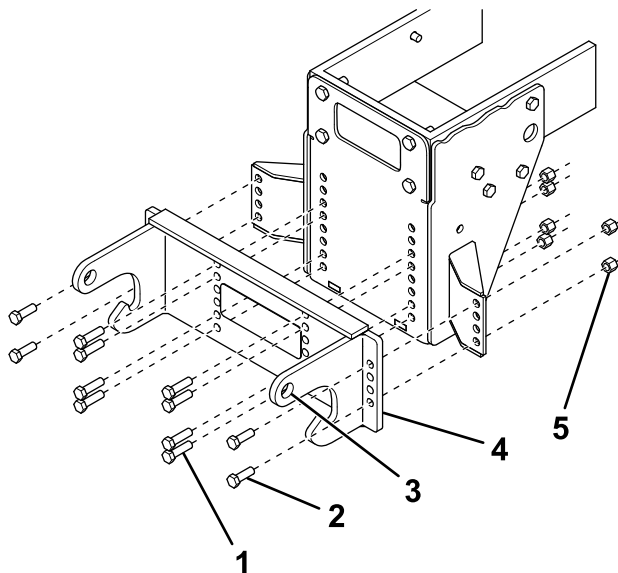

Bild 6
13. Befestigen Sie die äußeren Bohrungen des Schubrahmens an den seitlichen Eckblechen mit vier Schrauben ($\frac{1}{2}$ " x $1\frac{1}{2}$ ") und Muttern (Bild 6).
14. Befestigen Sie die inneren Bohrungen des Schubrahmens an der vorderen Platte mit acht Schrauben ($\frac{1}{2}$ " x $1\frac{3}{4}$ ") und Muttern (Bild 6).